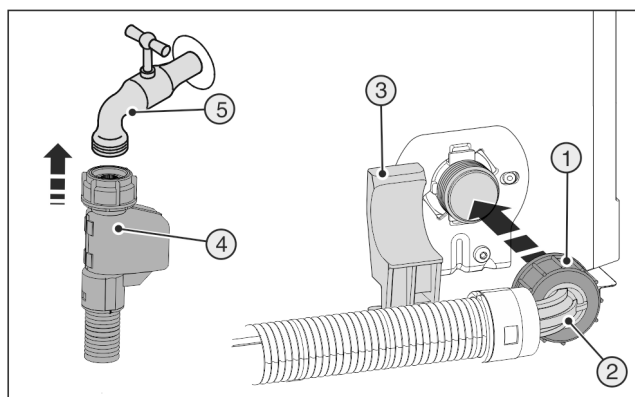

Fig. 22
- ▶ Prosty koniec węża Fig. 22 (4) podłączyć do zaworu odcinającego Fig. 22 (5).